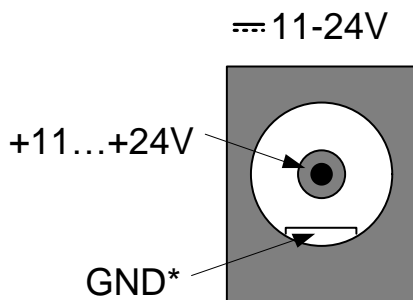

Рис. 3-12. Разъём внешнего питания крейта LTR-CU-1-4, LTR-CEU-1-4
- разъём внешнего питания =11-24V, цоколёвка разъёма показана на рис. 3-12 (адаптер от сети ~220 V и запасная кабельная часть разъёма питания – в комплекте поставки крейта, п. 2.4);